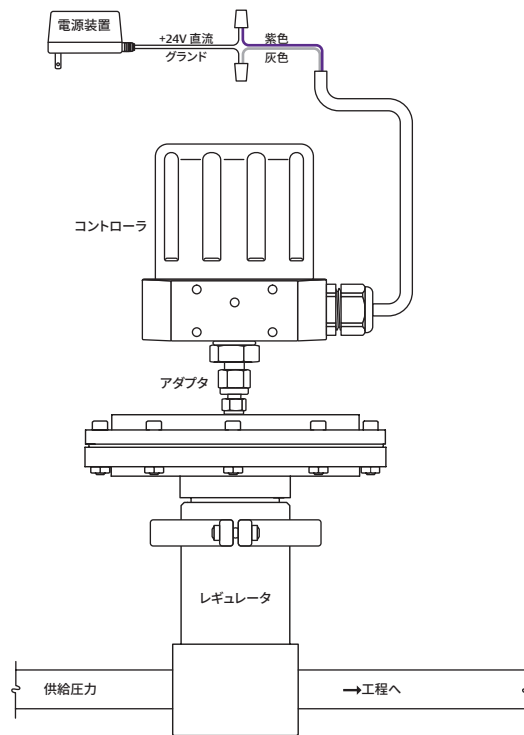

Figure 9: ER5000 を電源に接続します。
- 正しいワイヤ接続を確認するために、下の Table 2 および Figure 9 を参照してください。